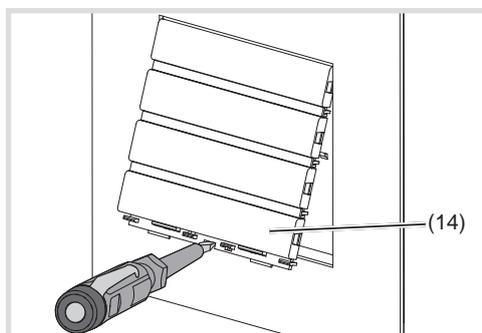

Figura 12: smontaggio mascherina modulo tasti di chiamata
- Sollevare leggermente con il cacciavite la parte superiore del modulo dei tasti di chiamata nell'apertura a sollevamento inferiore e spingerla in avanti (figura 12).